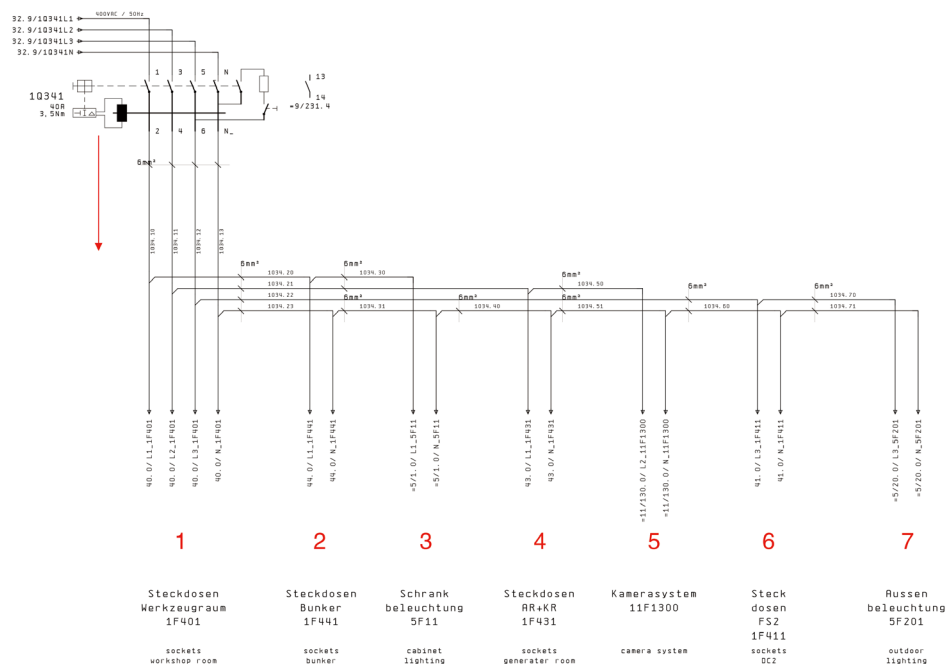

图 2 1Q341 主路径电路图
第三步：通过沿电路图查找得知分通道 1 上的通道（1F401）通道上还有两个子通道，分别控制工具间灯和 2 号驾驶室末端两个电源插座。在图 2 中，通过用万用表结合甩线方法，排除子通道①、②、确认故障点在通道③上，用万用表测试通道③上的 L、N、PE 找到短路点。